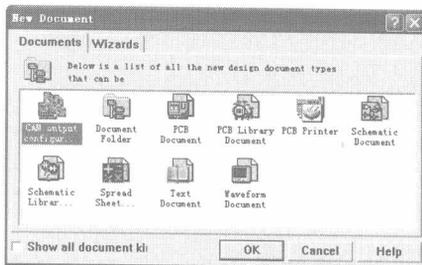

图 1-20 新建设计文件
2. 执行菜单命令【File】/【New...】，打开【New Document】（新建文件）对话框，如图 1-20